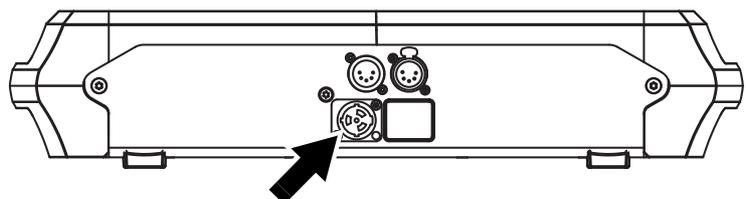

Bild 8: Netzeingang
2. Siehe Bild 8. Führen Sie die TRUE1 Kabelbuchse in den Netzeingang und verriegeln Sie die Buchse durch Drehen im Uhrzeigersinn.
Der MAC Encore™ Wash ist mit 5-poligen DMX-Verbindern für DMX- und RDM-Signale ausgestattet (siehe Bild 8 auf Seite 11). Die Pinbelegung ist wie folgt: